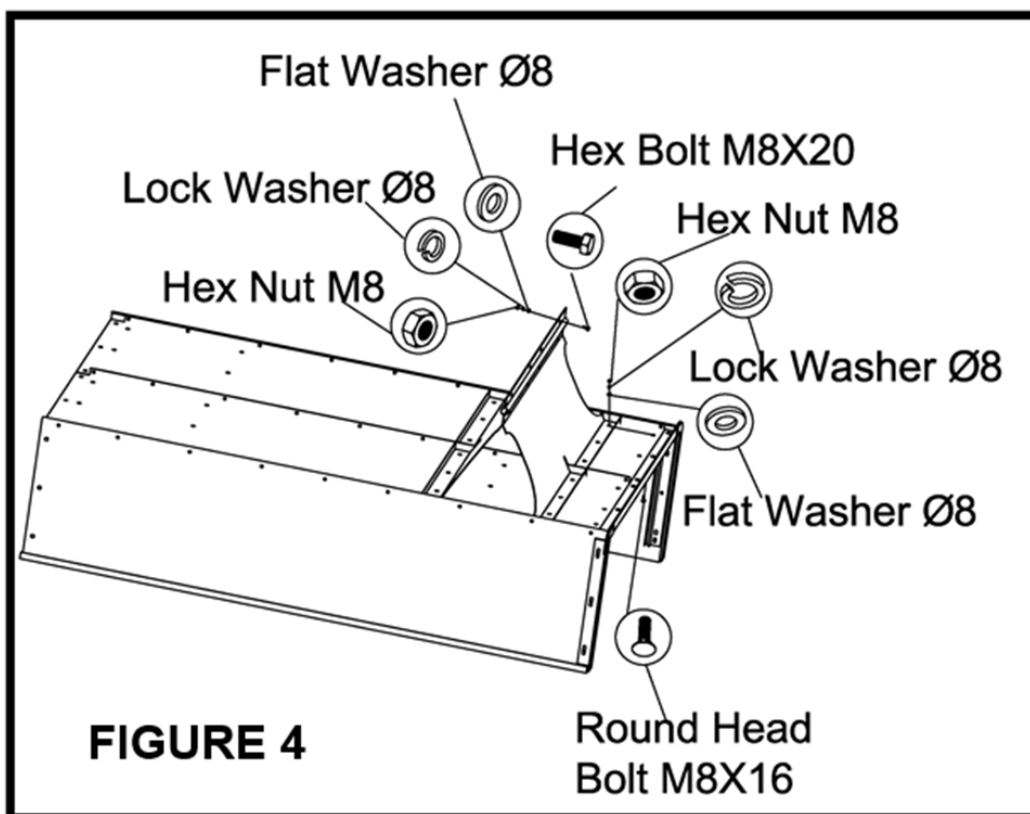

Abbildung 4
10. Senken Sie den Wagen ab, sodass er auf den oberen Flanschen aufliegt. Siehe **Abbildung 4**.
11. Befestigen Sie die Radhalterung an der Rückseite des Wagens mit zwölf M8X16-Rundkopfschrauben, Unterlegscheiben Ø8, Sicherungsscheiben Ø8 und M8-Sechskantmuttern, wie in **Abbildung 4** dargestellt. Die Schraubenköpfe müssen zum Wagen zeigen. Festziehen.